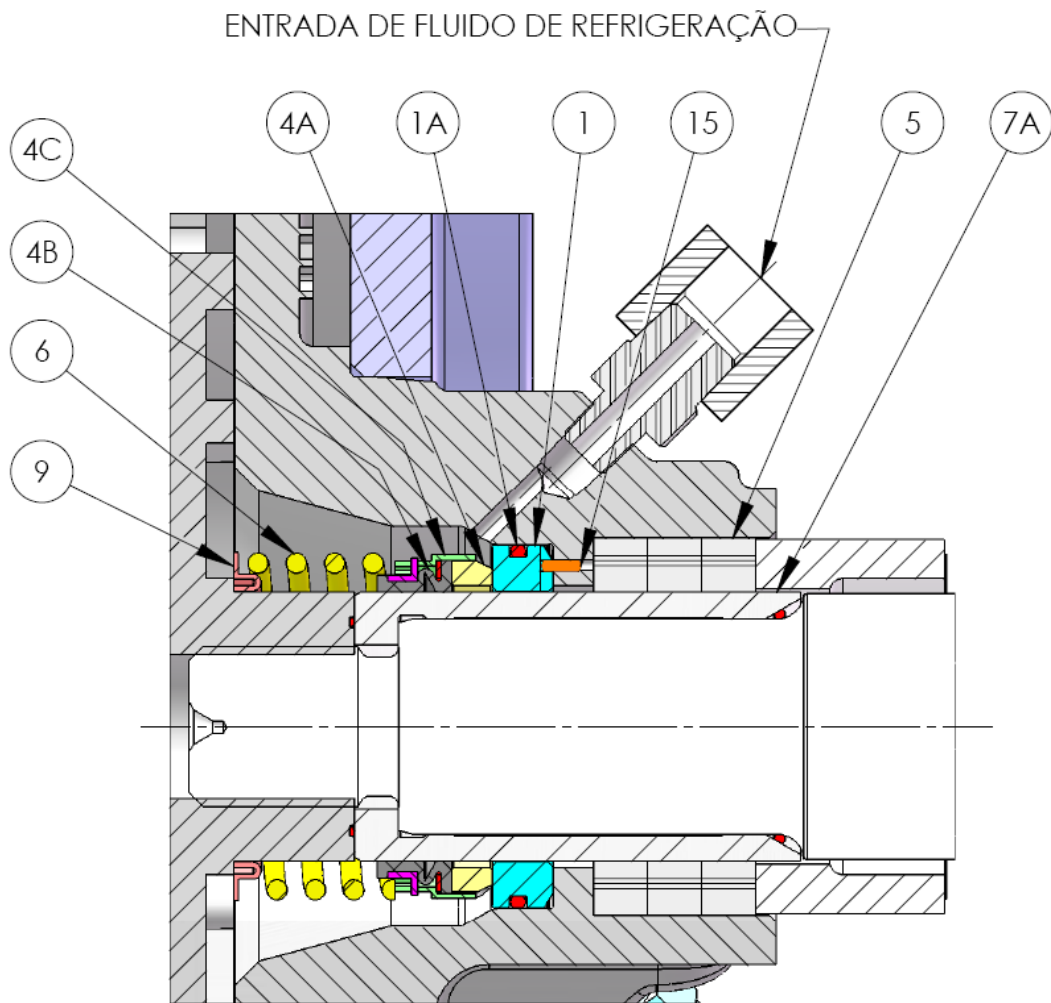

Figura 13 – Sistema de vedação redundante (Selo mecânico + Engaxetamento)
- 6.1.7. Remova a placa de desgaste (7) do pedestal (1) martelando no lado traseiro, protegidos por um bloco de madeira ou similar, na área onde a placa fica dentro do pedestal (1). Se a desmontagem está sendo realizada sem que seja necessária a troca do selo mecânico, a sede estacionária (item 1 na figura 13) não deve ser removida no stuffing box;
- 6.1.10. Se a bomba tiver um selo mecânico que não é preciso ser trocado, deve-se tomar cuidado para evitar danos ao anel rotativo de vedação (item 4A na figura 13), quando estiver removendo a luva.
- 6.3.2.7.** Na montagem do selo mecânico, o pino elástico (item 15 da figura 13) existente na montagem da sobreposta deve ser posicionado no rasgo da sede estacionária do conjunto. Devido à fragilidade e complexidade da montagem de selos mecânicos, o processo demanda de atenção e conhecimento específico e por isto são realizados ainda na fábrica, onde possíveis substituições devem consultadas à PWR Mission.
Uma especificação comum para o selo mecânico de bombas Magnum é o Tipo I, tamanho 2 ½" com vedação de carbureto de tungstênio X carbureto de tungstênio, ou similar de outro fabricante. A configuração deste selo mecânico é ilustrada na figura 13. Para maiores informações e uso de selos especiais, consultar à PWR Mission.